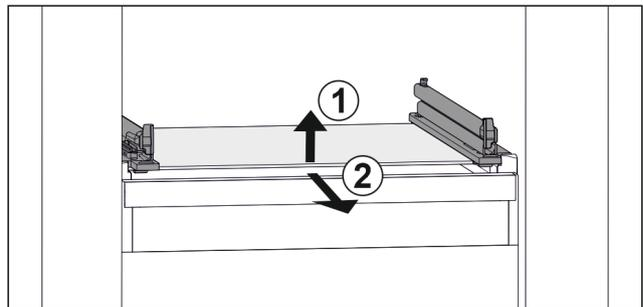

Fig. 50 Beispielhafte Darstellung der Glasplatte
- ▶ Glasplatte vorne anheben. Fig. 50 (1)
- ▶ Glasplatte nach vorne entnehmen. Fig. 50 (2)